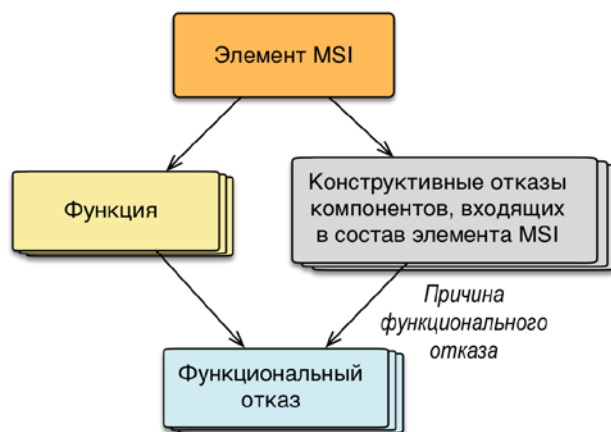

Рис. 10-306 – Связь ФО и КО
4) Пример отчета связи между ЛСФ и ЛСИ показан на рис. 10-306.